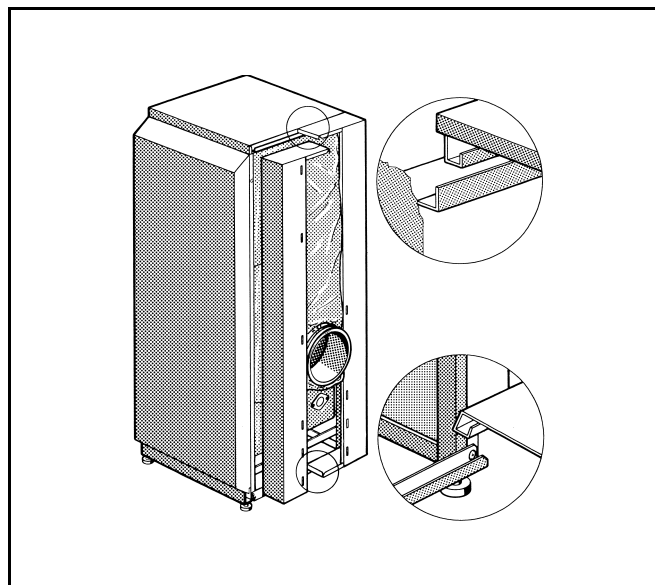

Fig. 28
- Inserire le pareti frontali destra e sinistra, sotto nella piegatura a U della traversa e appenderle sopra nella piegatura della copertura (fig. 28).